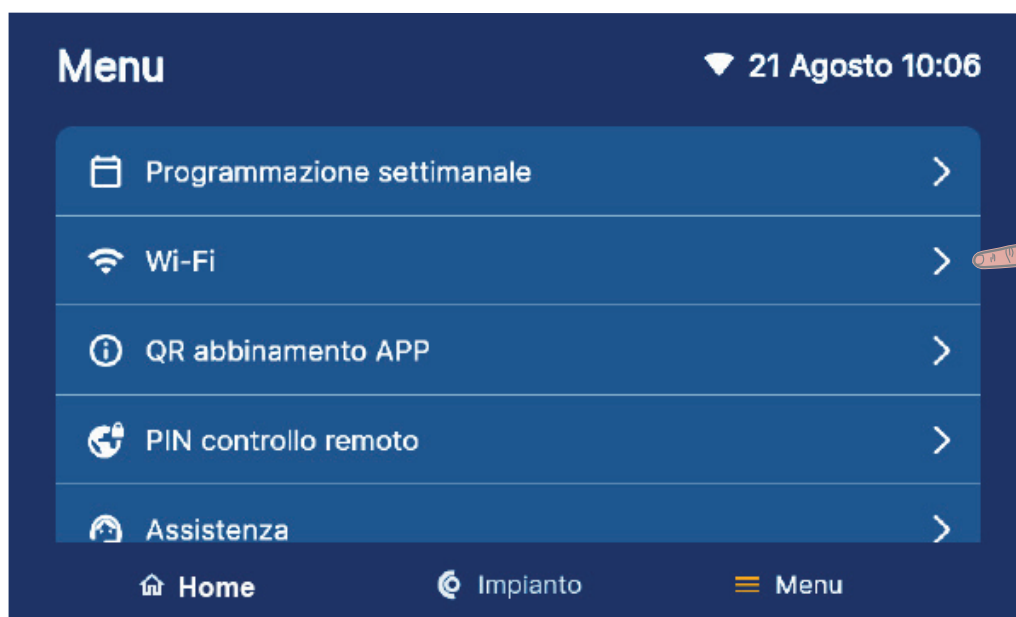

Figura 7-40 - Icona Wi-Fi
- 2.-premere > in corrispondenza dell'icona  (Wi-Fi) (Figura 7-40);